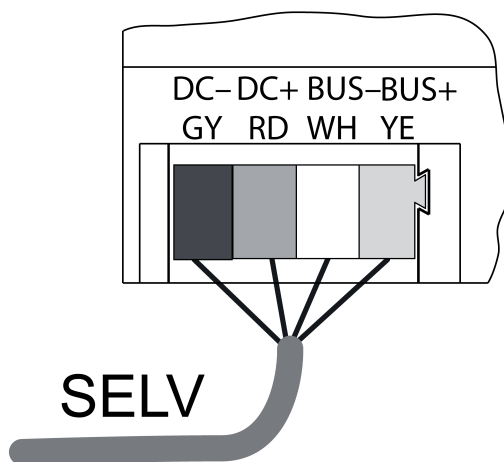

Figura 2: Schema di collegamento del cavo bus
- Connettere l'apparecchio con linea bus (figura 2) al modulo di ricezione REG e all'alimentazione (vedere le istruzioni relative al modulo di ricezione REG e all'alimentazione).